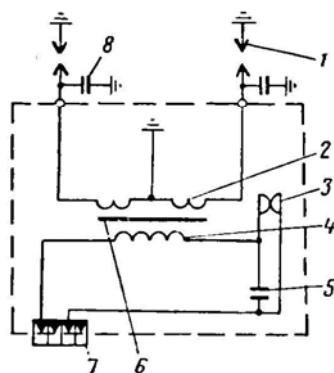

Рис. 156. Электрическая схема пусковой катушки КП-21:
**Принцип работы катушки КП-21.** На рис. 156 представлена электрическая схема пусковой катушки КП-21, которая включает: сердечник 6, первичную 4 и вторичную 2 обмотки, прерыватель 3, конденсаторы 5 первичной и 8 вторичной цепи и штепсельный разъем 7.